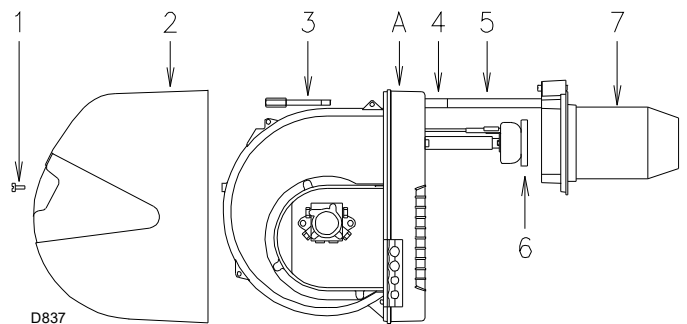

Fig. 31
- Quitar el tornillo 1)(Fig. 31) y extraer la envolvente 2).